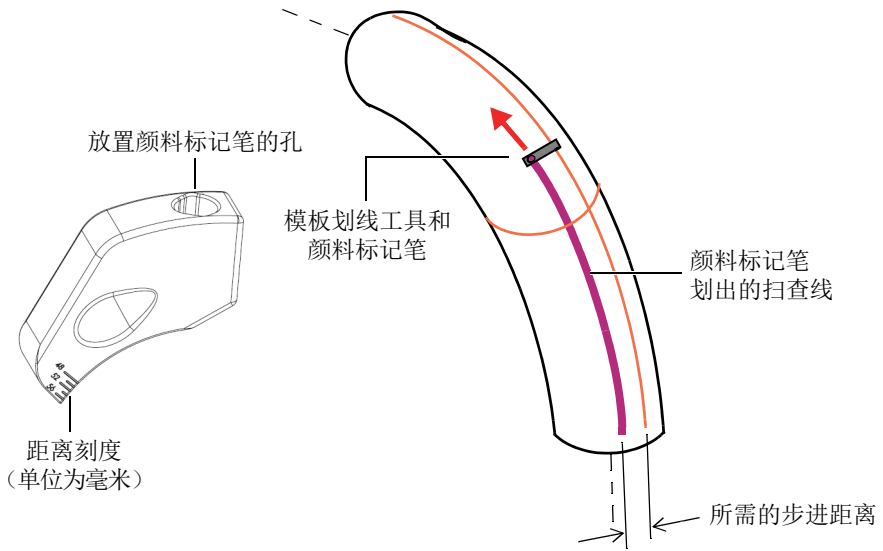

图 3-6 在弯头上划出扫查线
4. 将颜料标记笔放入模板划线工具的孔中，然后以划线工具的刻度为指导，在第一条扫查线的旁边，根据所需的步进距离划出下一条扫查线（参见第33页的图 3-6）。以同样的方法，在工件的整个周向上，划出平行于工件纵轴的其他扫查线。